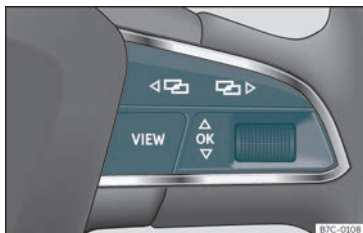

Fig. 62 Lado dereito do volante multifunción: teclas para usar os menús e as indicacións informativas do cadro de instrumentos.
Mentres haxa una advertencia con prioridade 1 >>> páx. 72, non se poderá acceder a ningún menú. Algunhas advertencias pódense confirmar e ocultar coa tecla **OK** do volante multifunción >>> **fig. 62**.
Se aparece unha mensaxe ou o pictograma do vehículo, prema a tecla **OK** >>> **fig. 62**; se fose necesario, varias veces.
- Se aparece unha mensaxe ou o pictograma do vehículo, prema a tecla **OK** >>> **fig. 62**; se fose necesario, varias veces.
- Para cambiar de menús empregue as teclas **< >** ou **< >** >>> **fig. 62**.
- Para abrir o menú ou a indicación informativa que se amosa, prema a tecla **OK** >>> **fig. 62** ou agarde uns segundos ata que o menú ou a indicación informativa se abra automaticamente.
- No menú visualizado, xire a roda dereita do volante multifunción >>> **fig. 62** ata que se seleccione a opción de menú desexada. A opción aparece enmarcada.
- Prema a tecla **OK** >>> **fig. 62** para realizar as modificacións desexadas. Unha marca indica que a función ou o sistema en cuestión están activados.
Prema a tecla **< >** ou **< >** >>> **fig. 62**.